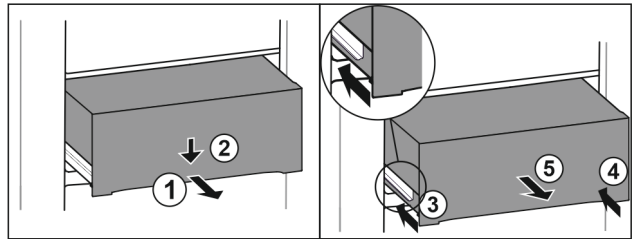

Fig. 100
- ▶ Изтеглете чекмеджето наполовина. Fig. 100 (1)
- ▶ Натиснете надолу чекмеджето от предната страна. Fig. 100 (2)
- ▶ Вкарайте лявата релса приблизително 2 cm навътре. Fig. 100 (3)
- ▶ Вкарайте дясната релса приблизително 2 cm навътре. Fig. 100 (4)
- ▶ Извадете чекмеджето напред. Fig. 100 (5)